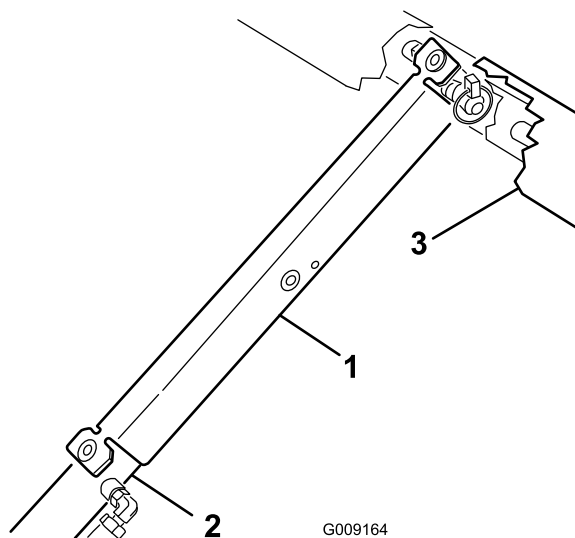

Figura 13
3. Empuje el soporte de la plataforma sobre la varilla del cilindro y asegúrese de que los extremos del soporte descansan sobre el extremo del cuerpo del cilindro y el extremo de la varilla del cilindro (Figura 13).